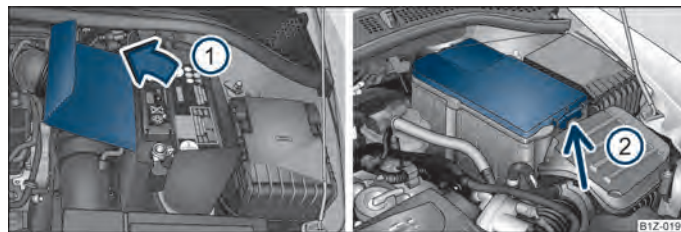

Fig. 154 Vano motor: Cubierta de poliéster de la batería del vehículo/cubierta de plástico de la batería del vehículo
La batería se encuentra en el compartimento del motor en una cubierta de poliéster ⇒ fig. 154, lado izquierdo, o en una cubierta de plástico ⇒ fig. 154, lado derecho.
- Abra la cubierta de la batería en la dirección de la flecha ① ⇒ fig. 154 o presione el enclavamiento ② en el lado de la cubierta de la batería, levante la cubierta y retírela.
El borde de la cubierta de poliéster de la batería ⇒ fig. 154 se introduce entre la batería y el mamparo de la cubierta al realizar trabajos en la batería.